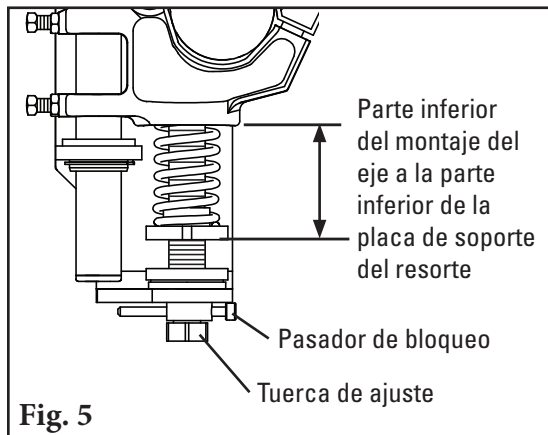

Fig. 5
5. **Establezca la tensión de la hoja.** Gire las tuercas de ajuste hasta que se haya alcanzado la compresión correcta del resorte (Fig. 5). La compresión del resorte es determinada por la longitud del resorte. Consulte la tabla a continuación para conocer la correcta longitud del resorte para su ancho de banda. Reemplace los pasadores de bloqueo.
5. **Establezca la manga de la barra de ajuste.** Después de establecer la tensión de la hoja, atornille la manga de la barra de ajuste en el buje de UHMW hasta que sobresalga 38 mm (1-1/2") (Fig. 5). Apriete la contratuerca de tensión de la manga de la barra de ajuste.